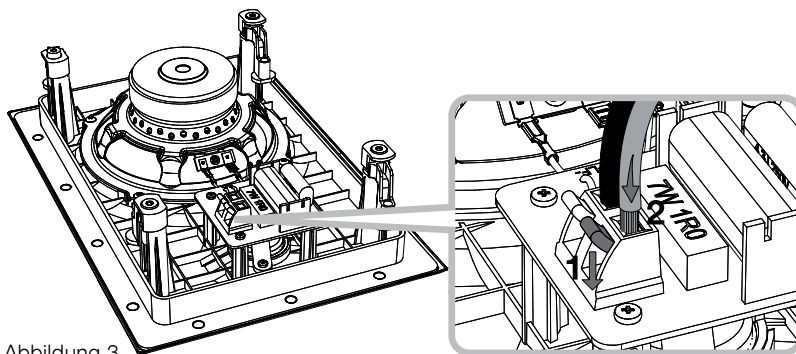

Abbildung 3
**4.3** Schließen Sie nun das Lautsprecherkabel an die Anschlussklemmen an der Frequenzweiche an. Achten Sie beim Anschließen auf die korrekte Polarität. Stellen Sie sicher, dass die positive Anschlussklemme am Verstärker mit der roten Klemme am Lautsprecher verbunden wird und die negative Anschlussklemme am Verstärker mit der schwarzen Klemme am Lautsprecher. Siehe Abbildung 3.